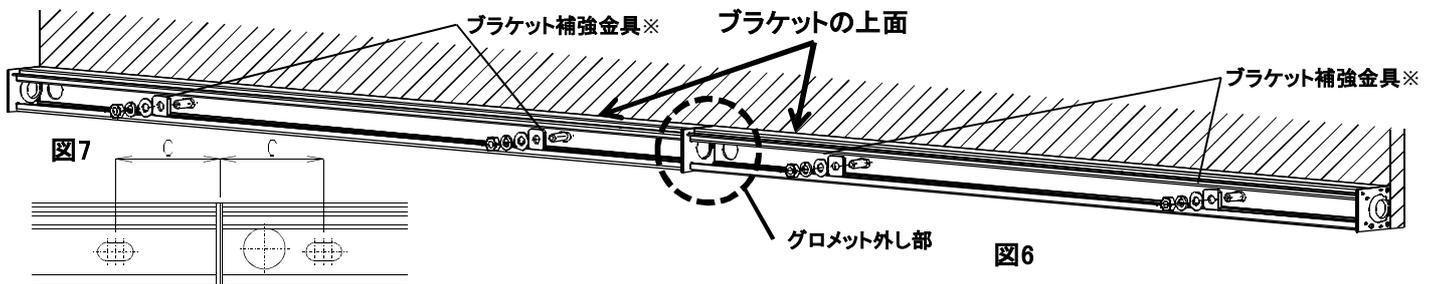

図6
- ・接続部の端板用グロメットを外し、M8ボルトにブラケット補強金具、平座金、ばね座金、六角ナットの順にいれ、ブラケットの上面の高さが一致するように、緩みのないよう確実に締付けてください。(図6)